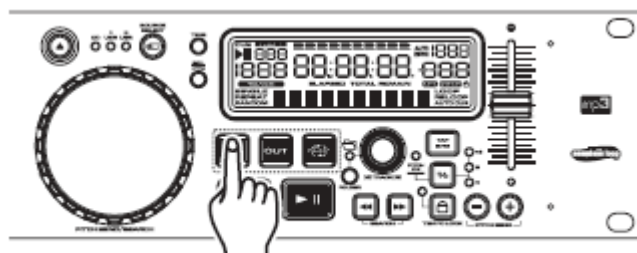

Figure 22
2) Wciskamy przycisk *In* (17). Ustawi to początkowy punkt Płynnej Pętli (Rysunek 22). Dioda LED przycisku *IN* (11) będzie migać.